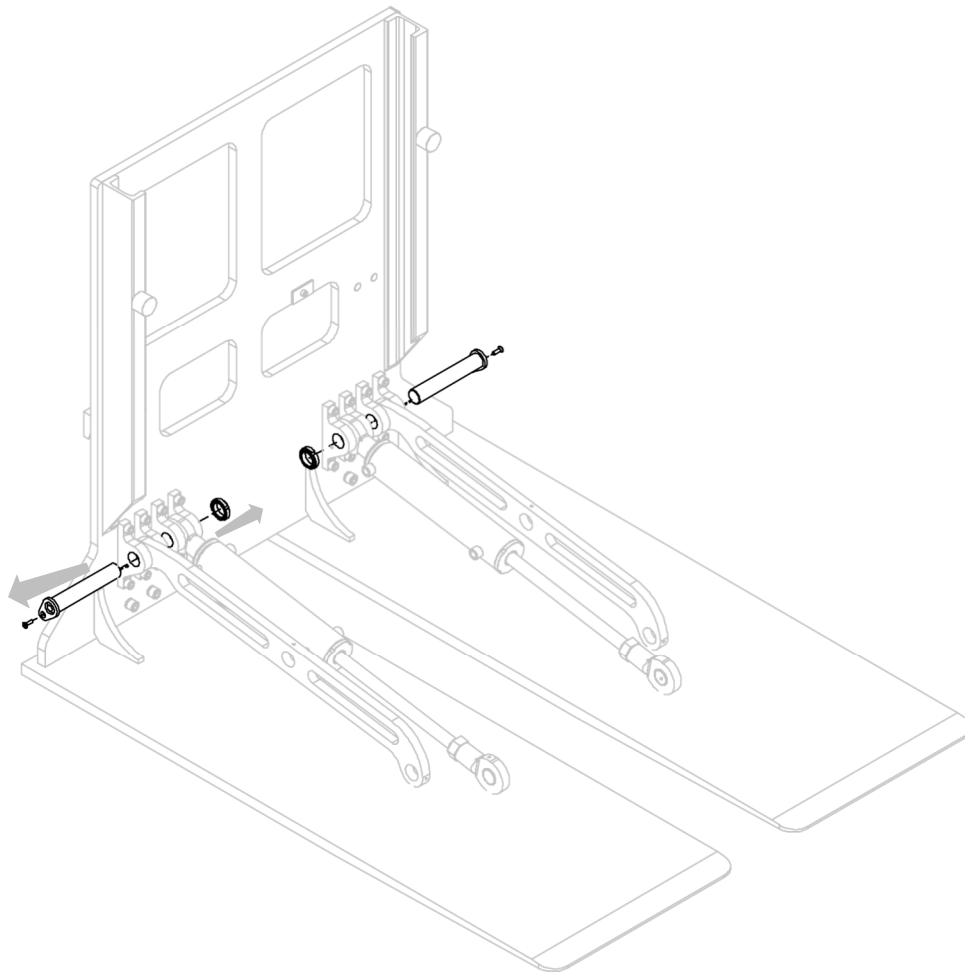

Figura 26
3. Extraer los pernos que unen los cilindros (y los brazos restantes) a los soportes atornillados (ver *Figura 26*).